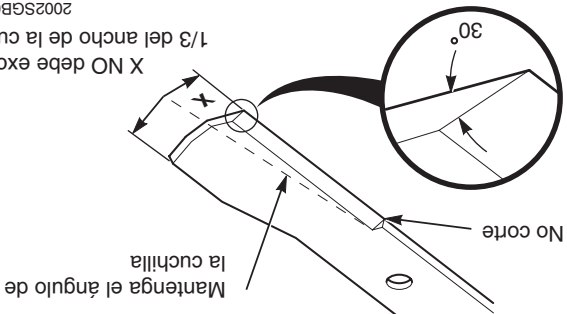

Figura 7-9 Afilado de la cuchilla
1. Afile el borde de corte en el mismo bisel que el original (Vea la Figura 7-9) Sólo afile la parte superior del borde de corte para mantener el filo.